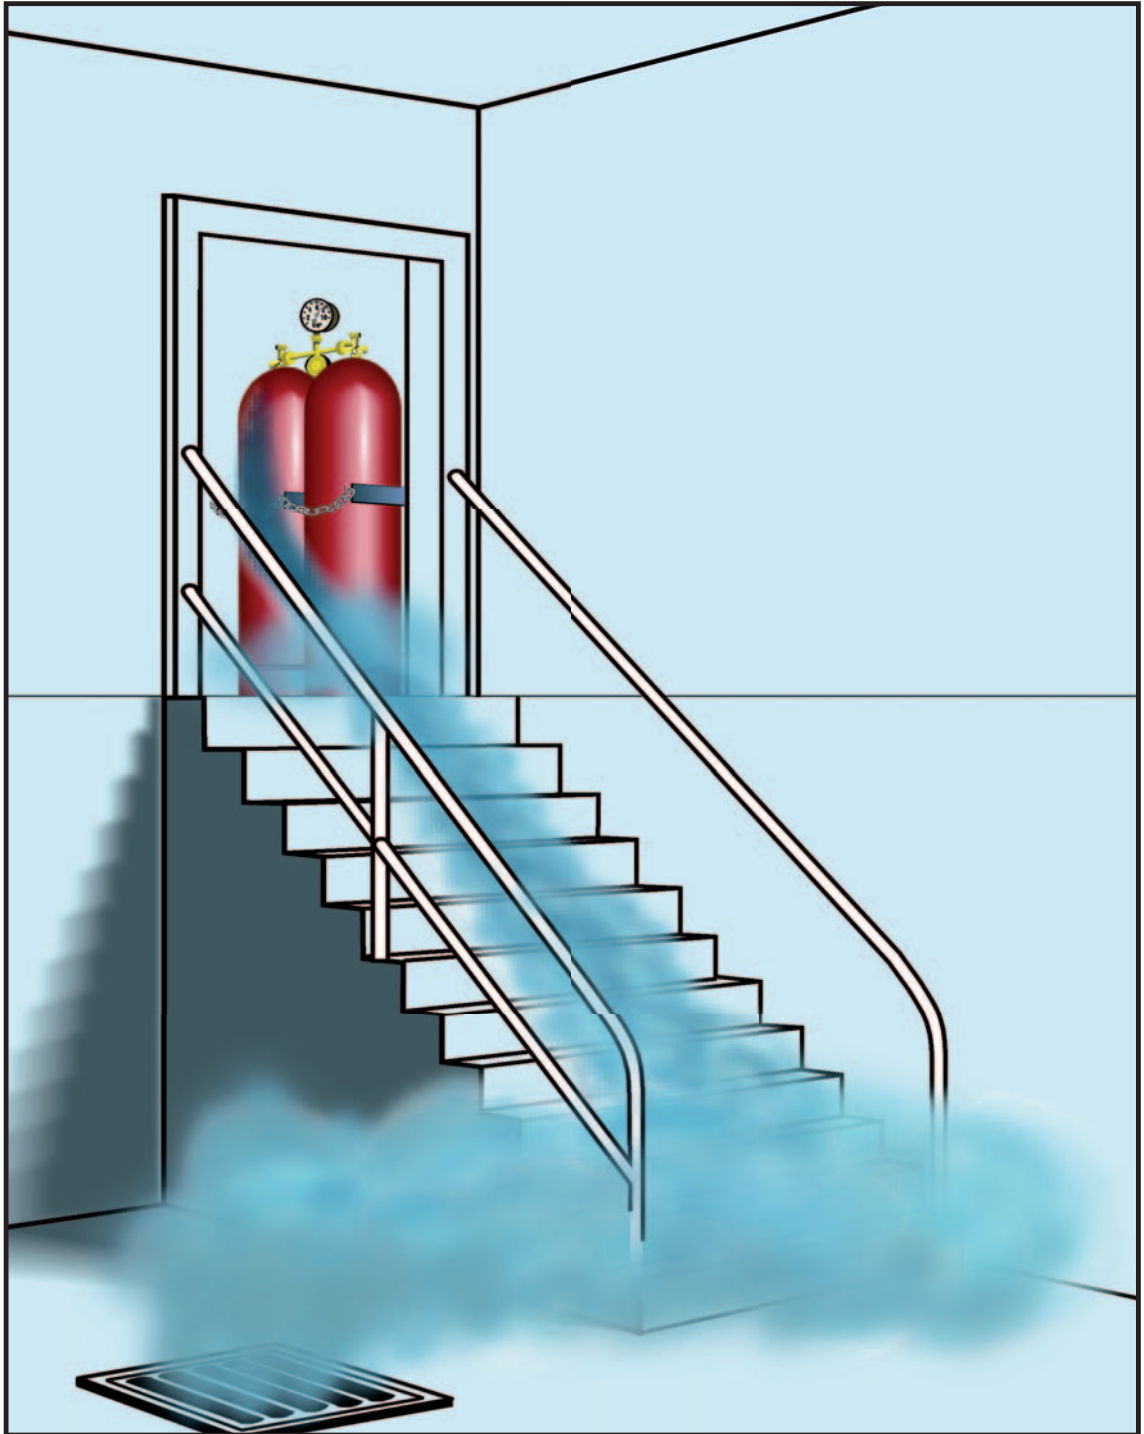

Bild 9:
- Aus den Dichtezahlen von Propan, Butan und Luft geht hervor, dass Flüssiggas im gasförmigen Zustand ungefähr doppelt so schwer wie Luft ist, damit zu Boden sinken und wie eine Flüssigkeit zur tiefsten Stelle, z. B. zu tiefer gelegenen Räumen fließen kann (Bild 9).